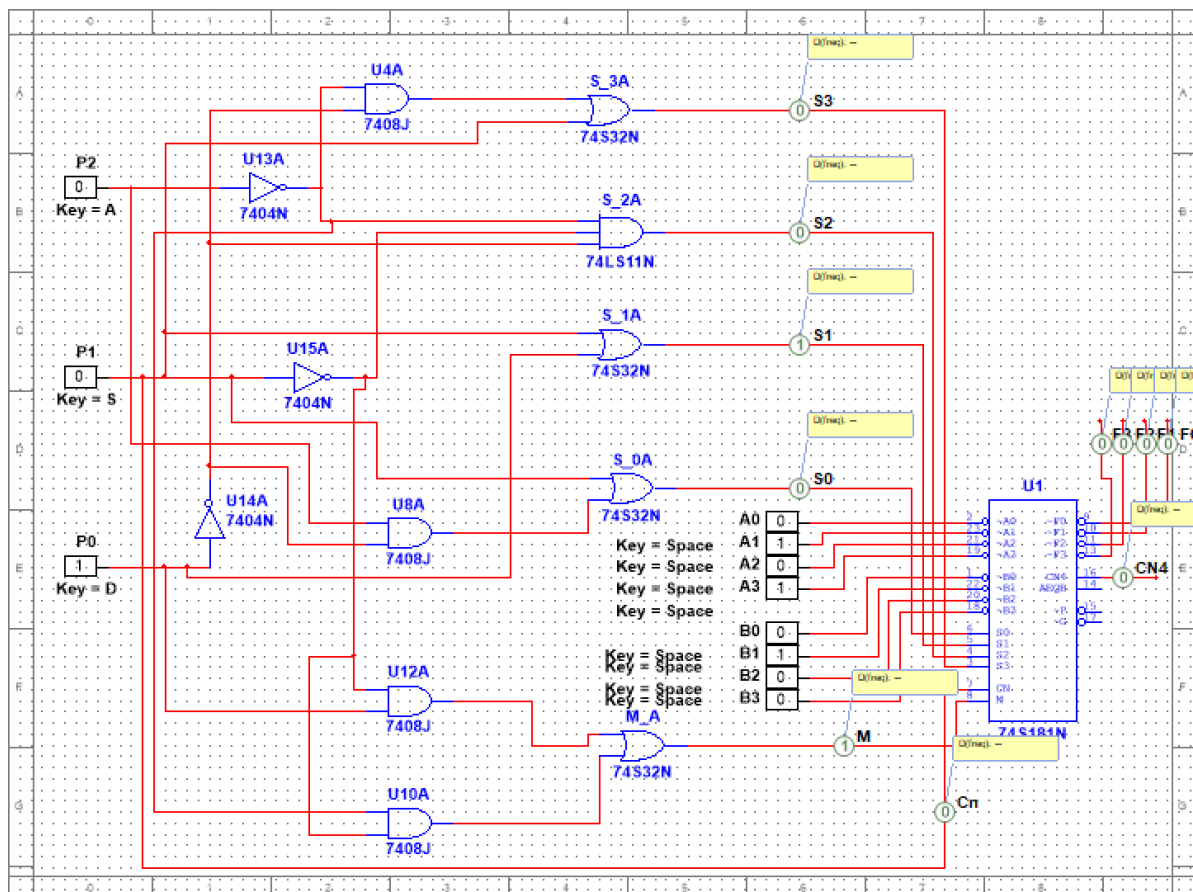

Figura 9. Prueba 2 del circuito completo
- **Prueba 2** (Figura 9): $(P2, P1, P0) = (0, 0, 1) \rightarrow$ debe realizar la operación $F = \bar{A}B$. Si introducimos como entradas $A = (1010)$ y $B = (0010)$, debemos obtener la salida $F = (0000)$.